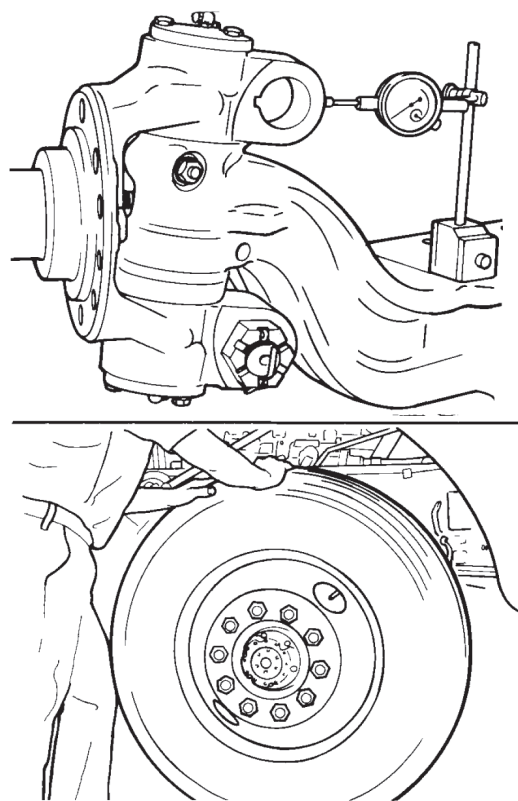

Figura 8
6. Verifique el buje inferior de la punta de eje. Instale una base magnética con reloj comparador en la viga y apoye el palpador del reloj en la bossa del brazo de unión en la parte inferior de la punta de eje. Figura 8.